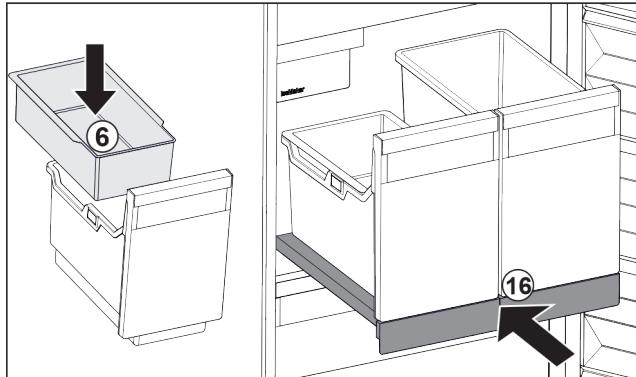

Fig. 30
- Vsadte závěsnou misku Fig. 30 (6) pro kostky ledu.
- Zasuňte vysouvací přihrádku s nádobou (IceTower). Fig. 30 (16)